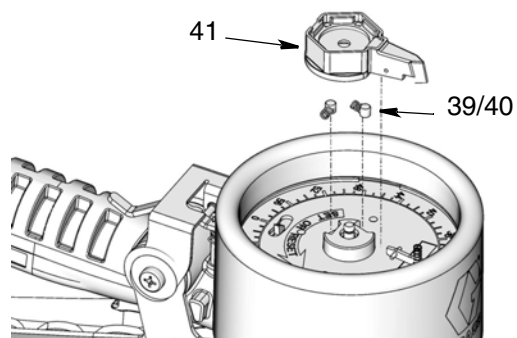

Рис. 34
4. Установите указатель (41), пружины (39) и штифты (40), как показано на Рис. 34.